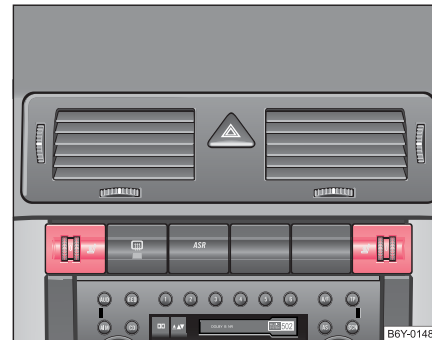

Abb. 47 Schalttafel: Drehregler ffr Beheizung der Vordersitze
- Durch Drehen des entsprechenden Drehreglers ⇒ Seite 67, Abb. 47 können Sie die Sitzheizung des Fahrer- bzw. Beifahrersitzes einschalten und regulieren.